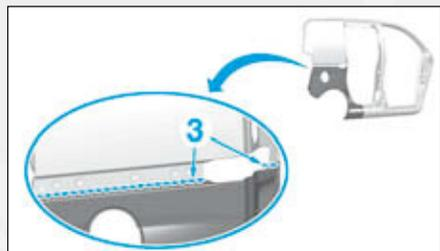

FIG.166
- en (3) sur la pièce de rechange, puis découper (Fig.166),